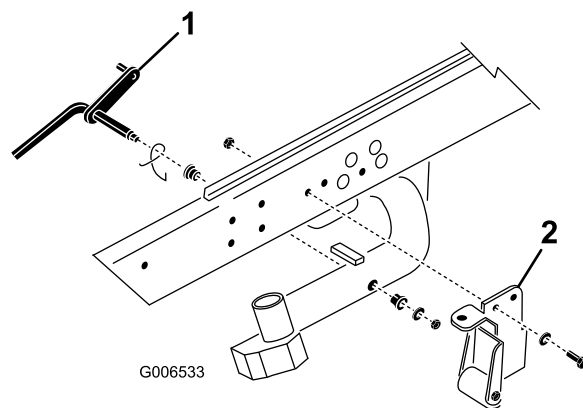

図 3
1. ピボットロッドを昇降アーム番に固定しているロックナットとワッシャを外す図 3。昇降アームから、ピボットロッドとスプリングを取り外す。昇降アーム番および番にも同じ作業を行う。
**注** DPA カッティングユニットでは、ティッパーブラケットローラ付きやティッパーサポートブラケットは必要ありません図 3。外しても差し支えありません。